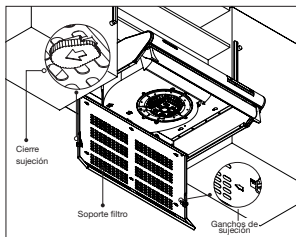

Fig. 35
1. Retire el soporte filtro presionando los dos cierres de sujeción en el sentido que indican las flechas, ver fig. 35. Retire el filtro de carbón activado, desdoble los ganchos de sujeción y hale hacia arriba, sustitúyalo por un filtro nuevo del mismo tipo.
Utilizando un atornillador pequeño desmonte la lámpara como se muestra en la fig. 35, desconecte la lámpara y conecte la nueva lámpara LED, realice la conexión eléctrica teniendo en cuenta la polaridad de los cable (cables rojo con rojo y negro con negro).